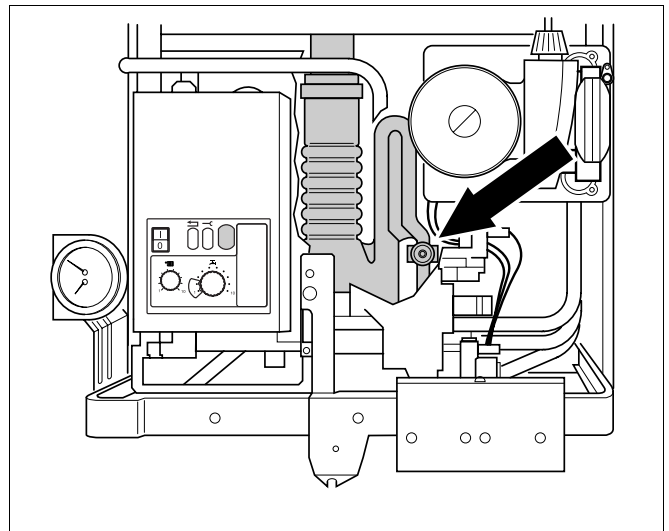

Fig. 7 Sifone per la tubazione di scarico della condensa
- Montare la fascetta di fissaggio sul pannello posteriore dello scambiatore di calore dell'acqua calda (fig. 7).